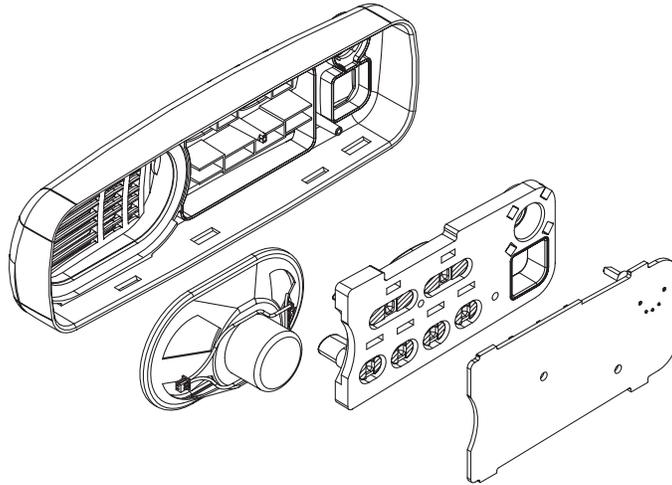

Figura 2-8 Remoção da placa, do teclado e do alto-falante
3. Remova a placa do cabeçote, forçando-o e puxando a placa para cima, conforme descrito para o cabeçote de controle do PRO3100, Figura 2-8.
1. Posicione o alto-falante no cabeçote de controle e pressione-o no lugar, como mostra a Figura 2-8.